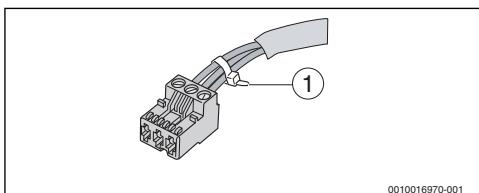

Fig. 80 Fixar fios condutores
- ▶ Fixar os fios condutores a todos os cabos ligados. Isto pode ser efetuado através de um pequeno descarnamento do revestimento do cabo, ou pela braçadeira para cabos perto dos terminais de ligação (→ fig. 80).
- Fixar os fios condutores a todos os cabos ligados. Isto pode ser efetuado através de um pequeno descarnamento do revestimento do cabo, ou pela braçadeira para cabos perto dos terminais de ligação (→ fig. 80, página 86).